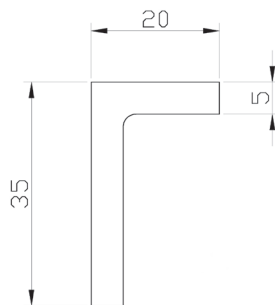

Fig. 1
1) In questa occasione ci impegneremo nella realizzazione di un chiodo ricavato dal profilato a "L" avente la sezione di mm: 35x20x5 (Fig.1).